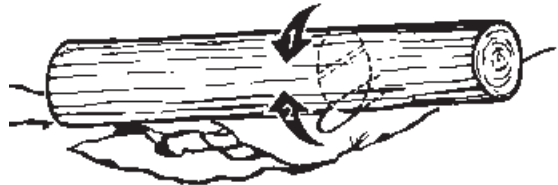

Fig. 19
3. Tronco apoyado en ambos extremos: Primero, Leñe por arriba 1/3 del diámetro del tronco para evitar astillamiento. Segundo, leñe por abajo para encontrar el primer corte y evitar el pellizco (Fig. 19).